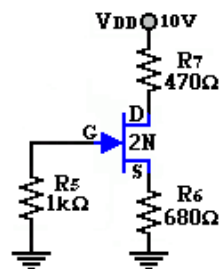

Figura 10.5.
7. Arme el circuito de la figura 10.5. Mida y anote los 3 valores que se muestra en la tabla 10.3. Repita las mediciones para los otros JFET.